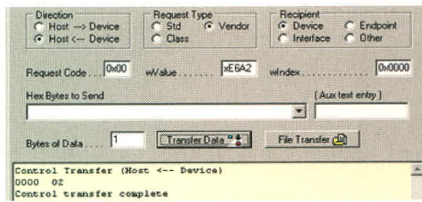

Рис. 9. LOAD\_DATA: контроль бита BUSY в EP1INCS
- Bytes of Data – задаём 1. Нажимаем <Transfer Data> и из считанного значения видим, что бит BUSY действительно установлен в 1 (см. рис. 9). Таким образом, наши утверждения верны – буфер находится под управлением модуля USB, и теперь можно выполнить чтение данных из точки EP1IN.